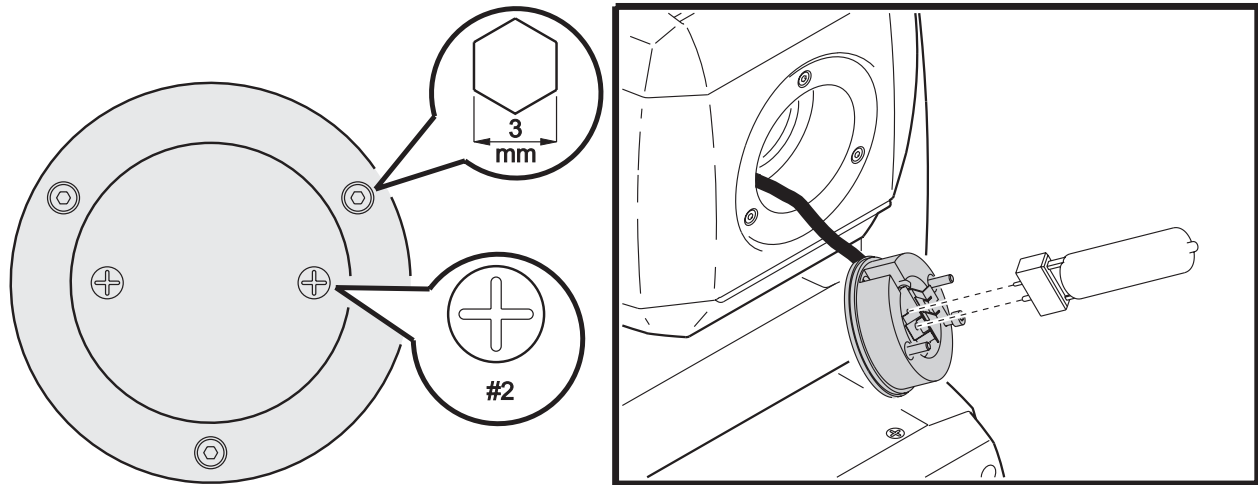

Figure 9: Installation de la lampe
9. Amorcez la lampe (après l'initialisation du MAC 250) et réglez-la pour des performances optimales en tournant les 3 vis de réglage une par une jusqu'à ce que la partie la plus brillante du faisceau soit centrée (Figure 9).